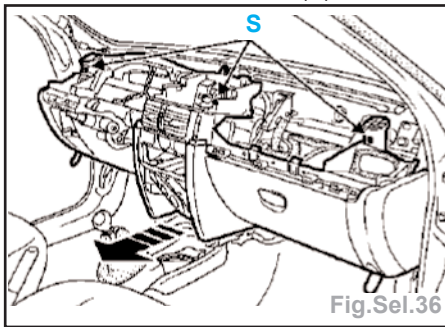

Fig.Sel.36
- les 2 vis inf. (R),
- les 3 vis de fixation sup. de planche de bord (S) (Fig.Sel.36).
- Soulever légèrement la planche de bord afin de dégager les pions de maintien au niveau des vis de fixation (S).